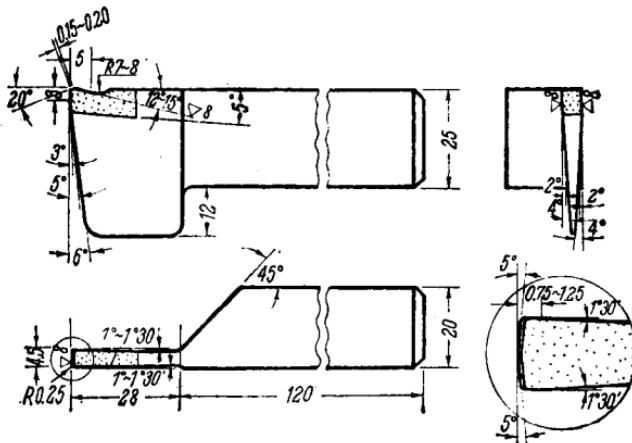
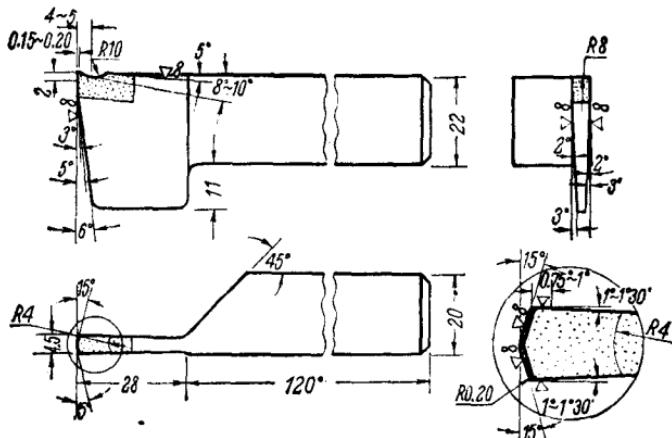

图 1
图 2
## 一、强力割刀(图1)
## 二、六角钢强力割刀（图 2）
根据加工六角钢的特点，若仍旧采用图 1 的割刀，则刀具的耐用度显著下降，并且很容易产生崩刃，还有严重的打刀现象。在实践过程中，我厂老师傅感到图 2 的割刀比较好。此刀除有上述割刀特点外，还有下列几点。
2. 主切削刃是  $15^\circ$  的等分斜刃，也就是主偏角  $2\varphi=150^\circ$ 。这样比图 1 的割刀更可以保证走刀的直线性，同时单位主切削刃上的负荷也更轻了。这样，还可以使切屑有较大的横向收缩，减少了切屑与工件的摩擦，提高了零件的表面光洁度。但是另一方面，使切屑变形较大，总负荷比图 1 的割刀要大。